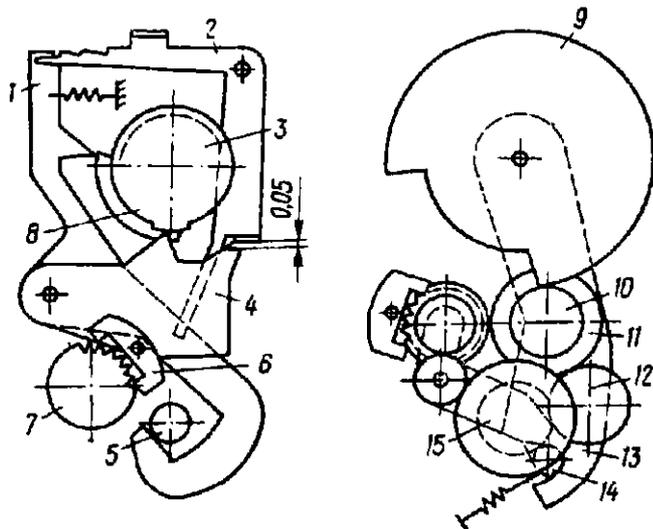

Рис. 25 Положение деталей тормозного механизма на выдержке «В»:
рычага 1 (рис. 25) и платы 4 относительно
5.2.77. Установить заводную головку на выдержку «В» и взвести затвор. Проверить положение рычагов и платы относительно кулачков 3 и 8 — оно должно соответствовать рис. 25 (выступ рычага 1 должен находиться на верхней ступени кулачка 3 на расстоянии не менее 0,2 мм до края кулачка).